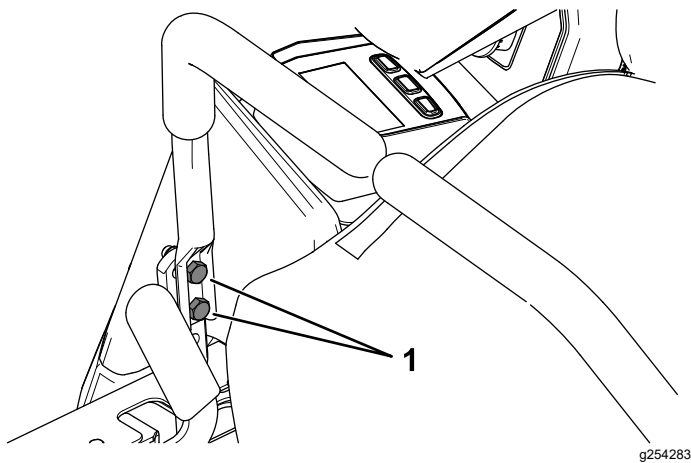

Bild 51
10. Wenn eine Ausrichtung erforderlich ist, lösen Sie die beiden Befestigungsschrauben des Fahrerhebel auf der falsch ausgerichteten Seite (Bild 51).
12. Ziehen Sie die beiden Befestigungsschrauben des Fahrerhebels fest (Bild 51).